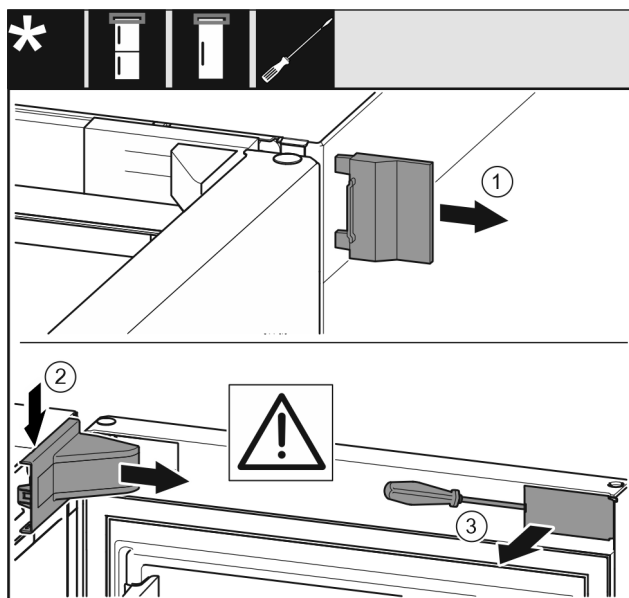

Fig. 9
- ▶ Tag den udvendige afdækning af. Fig. 9 (1)
- ▶ Klik hængselkonsollens afdækning ud, og løsn den. Tag hængselkonsollens afdækning af. Fig. 9 (2)
- ▶ Løsn blindpladen med en flad skruetrækker, og drej den til side. Fig. 9 (3)